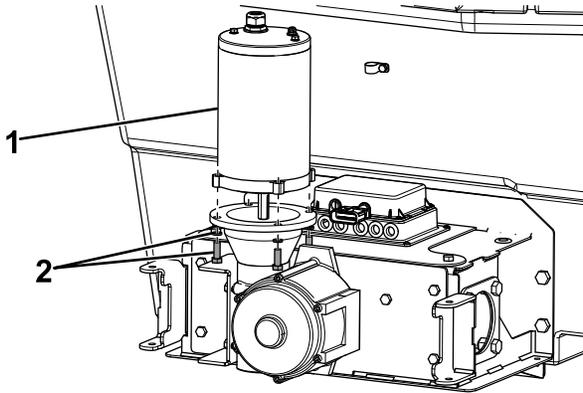

Bild 2
- Entfernen Sie die vier Schrauben und Sicherungsscheiben, mit denen der Motor am Getriebe befestigt ist, und entsorgen Sie diese (Bild 2). Bewahren Sie den Motor auf.